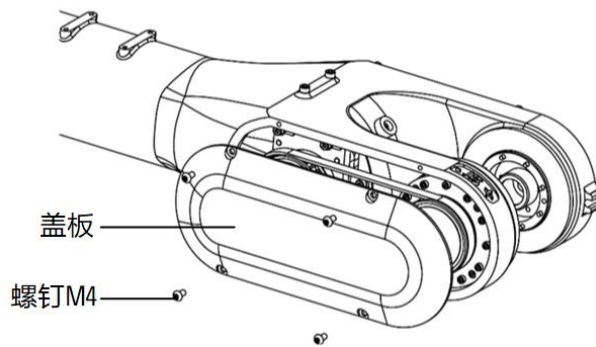

图 12-11 拆卸盖板
- 步骤3. 拆卸操作机盖板及四颗 M4 螺钉，如图 12-11 所示。